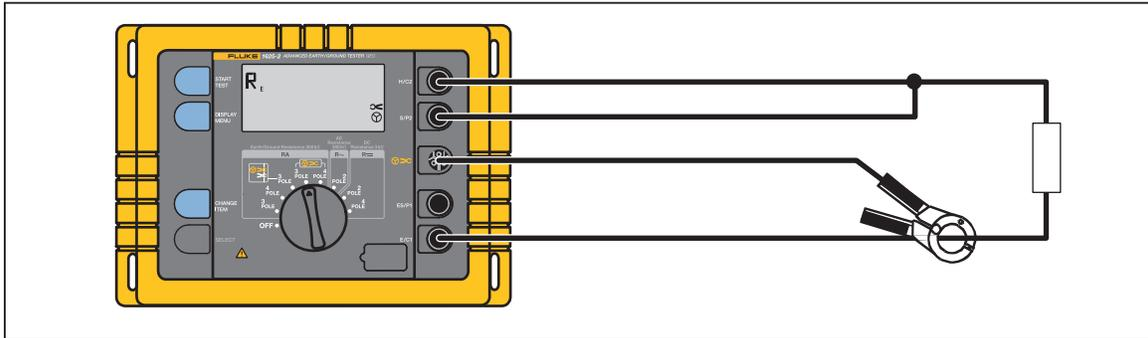

Figura 9. Conexión del transformador de enganche
4. Conecte el transformador de enganche. Consulte la Figura 9.